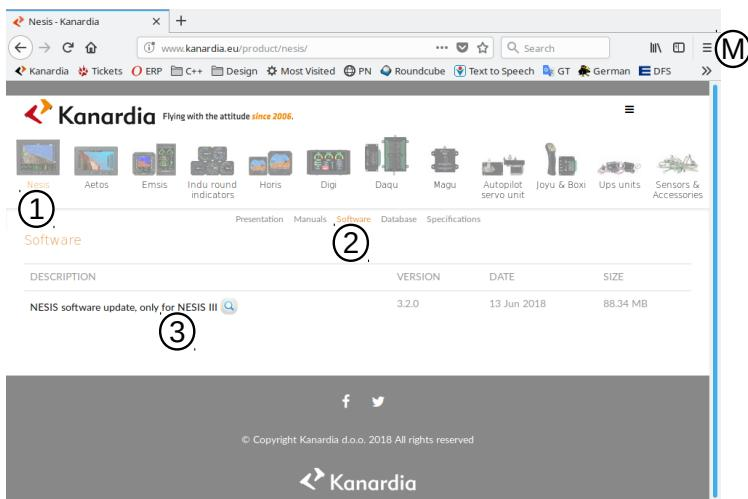

FIGURE 4.1 – Illustration de la page de téléchargement du logiciel Nesis. En général, seule la dernière mise à jour est disponible.
- ① Ouvrez la page d'accueil et sélectionnez l'icône *Nesis* en haut. Cela conduit à la page spécifique du Nesis.
- ② Sélectionnez ensuite *Software*. Cela ouvre une page avec le logiciel spécifique au Nesis. Un exemple est présenté dans la figure 4.1.
- ③ Cliquez sur le lien pour lancer le processus de téléchargement du fichier logiciel sélectionné.
1. Cliquez sur le symbole de menu \equiv . Voir l'étiquette ① dans la figure 4.1.